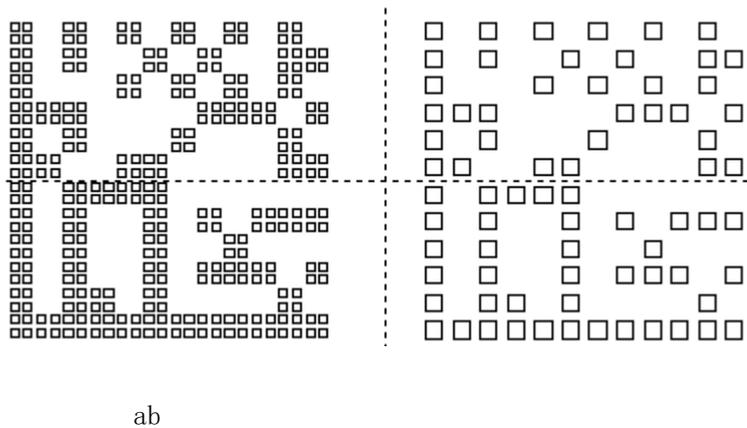

图 4-21 (a 为点倍数为 2；b 为点倍数为 1.)
**点倍数：**在使用点、圆、矩形模式时设置有效。对比效果如下图 4-21。